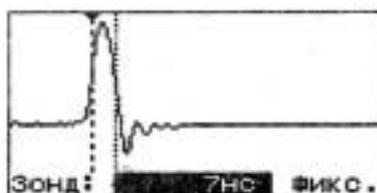

Рисунок 48
- потенциометром калибровки длительности зондирующего импульса добейтесь совмещения уровня 0,5 среза зондирующего импульса с измерительным курсором (рисунок 48).